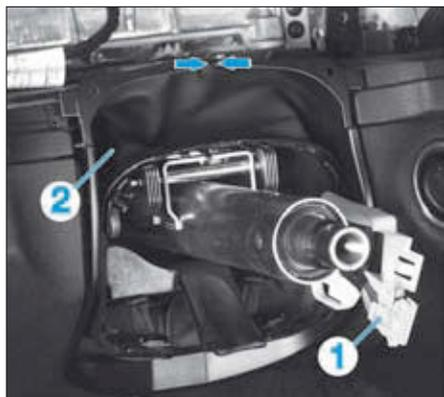

FIG. 5
- Dégrafer le faisceau électrique (1) du soufflet (2) (Fig.5).
- Déposer le soufflet (2) de la colonne de direction en rapprochant les extrémités supérieures du soufflet (flèches).